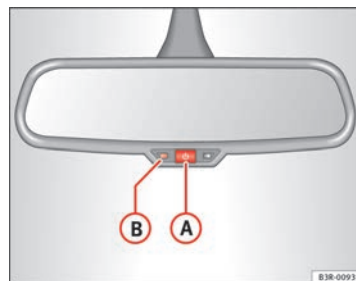

Fig. 104 Retrovisore interno con regolazione per la posizione anti-abbaglio Spia e tasto di attivazione
- Premere il tasto **A** ⇒ pag. 137, fig. 104. La spia **B** si spegne.
- Premere il tasto **A** ⇒ pag. 137, fig. 104. La spia di controllo **B** si accende.